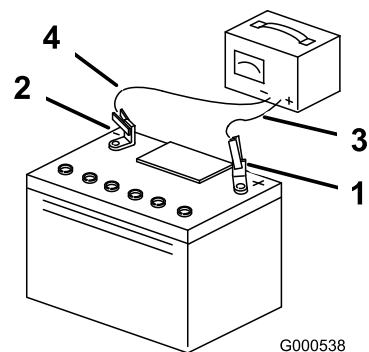

図 55
5. 充電が終わったら、チャージャのプラグをコンセントから抜いてから、チャージャのリード線をバッテリー端子から外す 図 55。